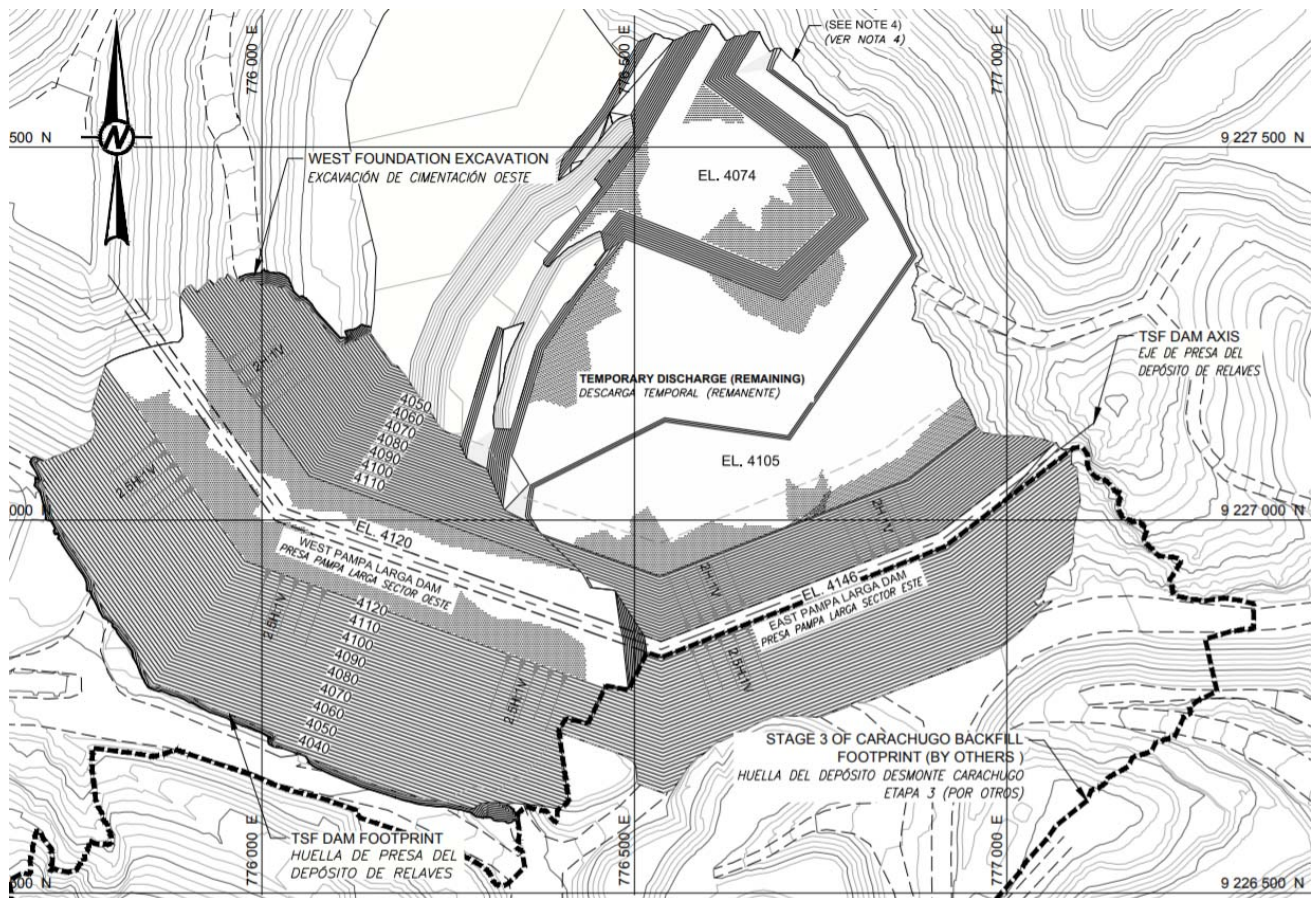

Figura 8: Arreglo de Movimiento de Tierras de la Presa Pampa Larga Sector Oeste
- Se iniciará con la excavación y nivelación en el área del depósito de relaves (3.80 M-m³). Paralelamente deberá reubicar el volumen de la Descarga Temporal (12.66 M-m³) y parte del talud aguas arriba de la Presa Pampa Larga Sector Este (1.8 M-m³) hacia el área excavada y a la conformación de rellenos de la Presa Pampa Larga Sector Oeste. Este material deberá ser controlado y compactado. En la **Figura 8** se presenta el arreglo para esta etapa.